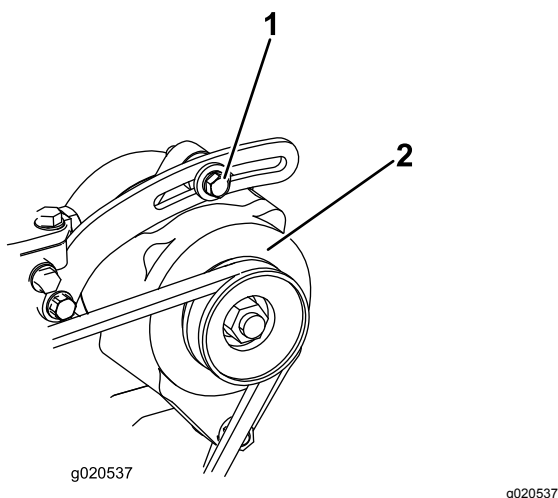

Figura 100
1. Se a deslocação obtida não for igual a 10 mm, deve desapertar os parafusos de montagem do alternador (Figura 100).